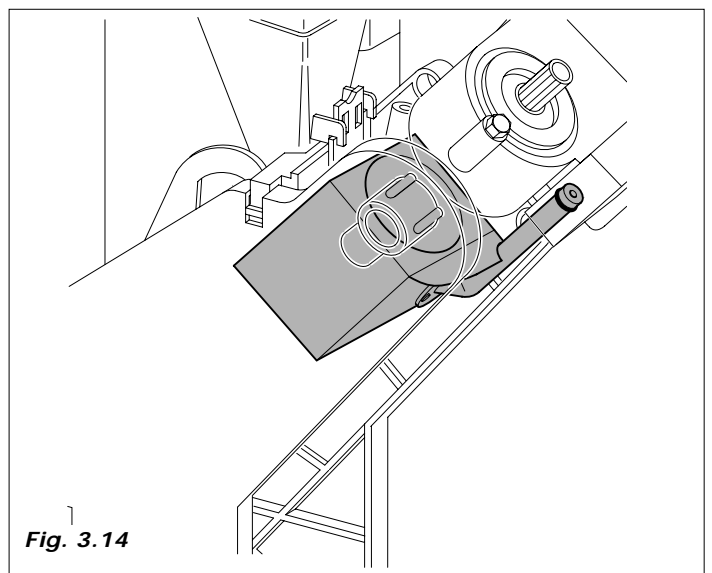

Fig. 3.14
- De nuevo se activa el motorreductor del grupo de café hasta llegar a la posición de reposo, (durante este movimiento se expulsa la pastilla de café utilizada) (Fig. 3.14).